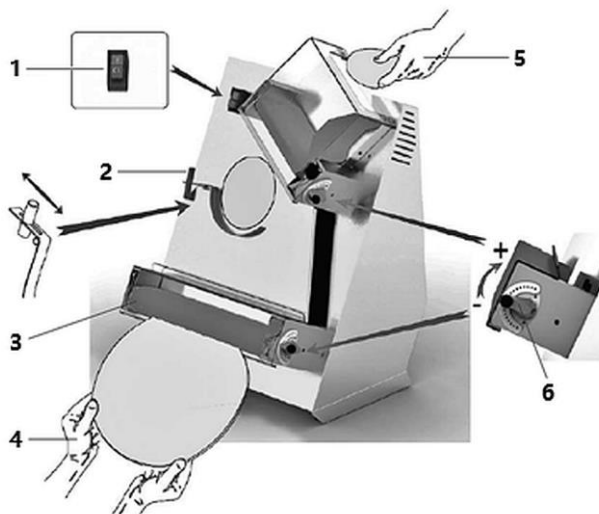

Fig. 7
1. Com a alavanca apropriada (6, fig. 7), ajuste a distância entre os pares de rolos superior e inferior conforme a espessura dos pedaços de massa a processar.